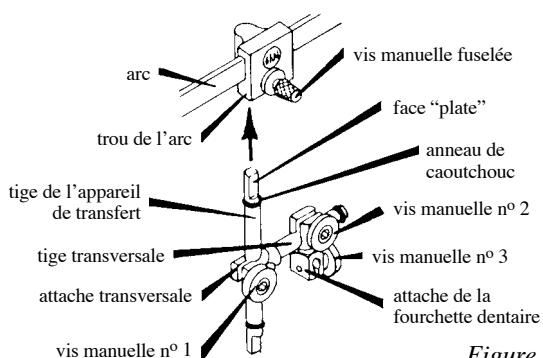

Figure 7
3. Insérez la Tige de l’appareillage de Transfert dans le Trou de l’Arc, comme illustré à la figure 7. Orientez la face “plate” de la tige vers l’avant et enfoncez-la jusqu’à l’anneau d’arrêt en caoutchouc. Resserrez manuellement la vis fuselée contre la face “plate” de l’extrémité de la tige. Notez la position des attaches, comme illustré.